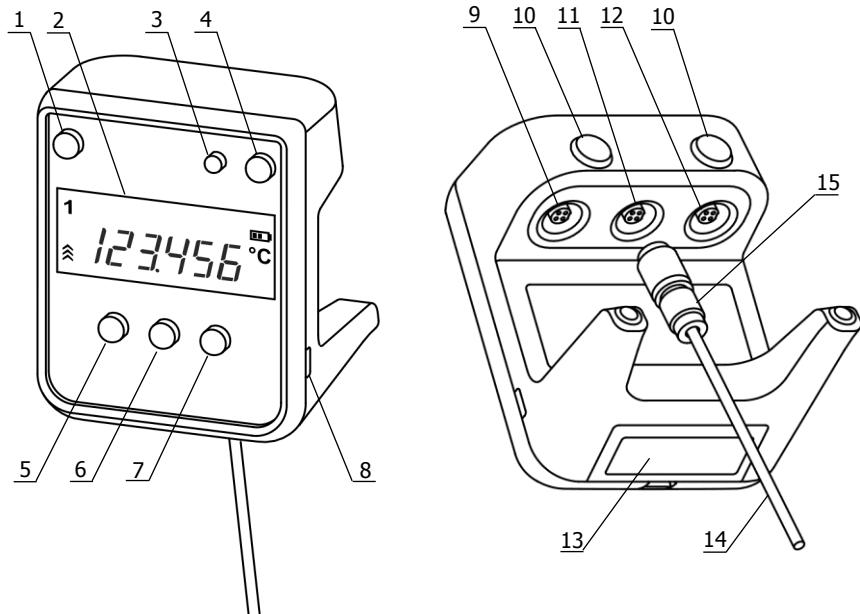
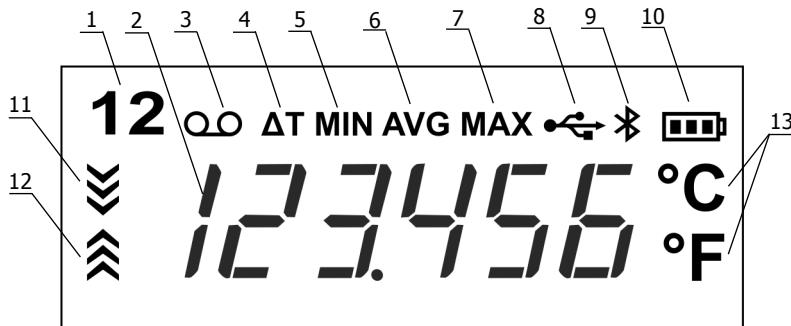

Рисунок 1 — Внешний вид термометра
Рисунок 2 — Дисплей термометра
2.2.2 Подключить датчик температуры к электронному блоку. Для этого совместить ключи на разъеме датчика 15 (рисунок 1 и ответной части разъемного соединения 11, затем ввинтить датчик до упора и зафиксировать его при помощи резьбового соединения кожуха разъема.
2.2.3 Включить питание термометра кнопкой 4 (рисунок 1). Прибор не требует предварительного прогрева и сразу же готов к работе.
2.3.2 В случае двухканального исполнения электронного блока, переключение каналов выполняется нажатием кнопки 1 (рисунок 1). При этом загорается соответствующий индикатор канала 1 (рисунок 2).
2.3.3 Для оценки направления и скорости изменения температуры служат индикаторы 11 и 12 (рисунок 2), которые загораются при уменьшении или увеличении измеряемой температуры соответственно. Чем
2.4.2 Состояние элементов питания отображается на дисплее индикатором 10 (рисунок 2). Чем меньше "полосок" содержит символ батареи, тем сильнее разряжены элементы питания. Признаком необходимости замены элементов питания является индикатор без "полосок".
2.4.3 Для замены элементов питания открыть крышку батарейного отсека 13 (рисунок 1), извлечь старые элементы и установить новые, соблюдая полярность.
2.5.2 Для запуска/остановки записи результатов измерений в память, нажать кнопку 7 (рисунок 1). Индикатор 3 (рисунок 2) виден, когда запись результатов включена. Запись выполняется циклически.
2.6.1 При выполнении измерений термометр, начиная с момента включения, непрерывно отслеживает значения минимальной, средней и максимальной температуры датчика для каждого измерительного канала. Многократное нажатие кнопки 6 (рисунок 1) последовательно выводит на дисплей значения этих температур вместе с соответствующим индикатором 5-7 (рисунок 2).
2.6.2 Для двухканального исполнения электронного блока дополнительно имеется функция определения разности температур, измеренных датчиками первого и второго каналов. Результат работы этой функции можно вывести на дисплей нажатиями кнопки 6 (рисунок 1) до появления индикатора 4 (рисунок 2).
2.7.2 Для переключения между единицами измерения температуры нажать кнопку 5 (рисунок 1) и, удерживая ее, нажать кнопку 6.
2.8.2 Для циклического изменения количества знаков после запятой нажать кнопку 5 (рисунок 1) и, удерживая ее, нажать кнопку 7.
2.9.2 Переход в режим секундомера и обратно выполняется нажатием кнопки 1 (рисунок 1).
2.9.3 В режиме секундомера его запуск/останов выполняется нажатием кнопки 6 (рисунок 1). Кнопка 7 сбрасывает текущие показания.
- включить термометр, при этом должен появиться индикатор 8 (рисунок 2);
- ! *Подключение термометра к компьютеру под управлением операционной системы Windows 10 может быть нестабильным (индикатор 8 (рисунок 2) мигает). Для исправления этого, необходимо подключить термометр на 30 секунд, а затем выключить питание термометра и через 10 секунд включить снова. При необходимости процедуру повторить.*
2.11.2 Включение/выключение модуля осуществляется нажатием кнопки 3 (рисунок 1). Когда модуль включен, виден индикатор 9 (рисунок 2).